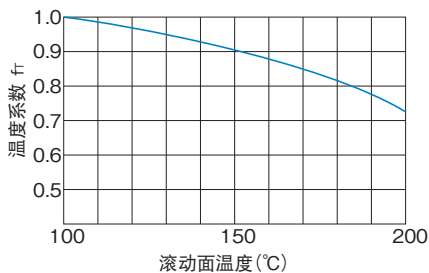

图3 温度系数 (f_T)
- f_T : 温度系数 (参照图5-6图3)
如果ST型的使用环境温度超过100°C时,就要考虑高温的不良影响,应将基本额定载荷乘以图3中表示的温度系数。